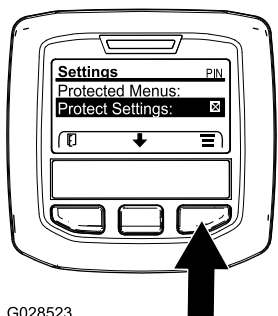

图14
**注意** 如果保护设置条目右边的方框内没有 X则表明左喷洒臂、中间喷洒臂、右喷洒臂和恢复默认值等子菜单并没有使用 PIN 锁定 图14。
**注意** 保护设置条目右边的方框中将显示一个“X”图 14。